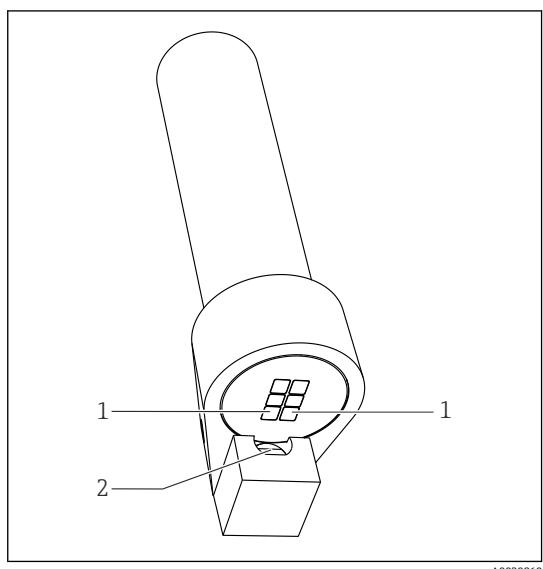

図 18 洗浄ユニットの位置合わせ
3. ノズルが 2 つの LED の横に位置するよう、洗浄ユニットの位置を決めます (→ 図 18)。